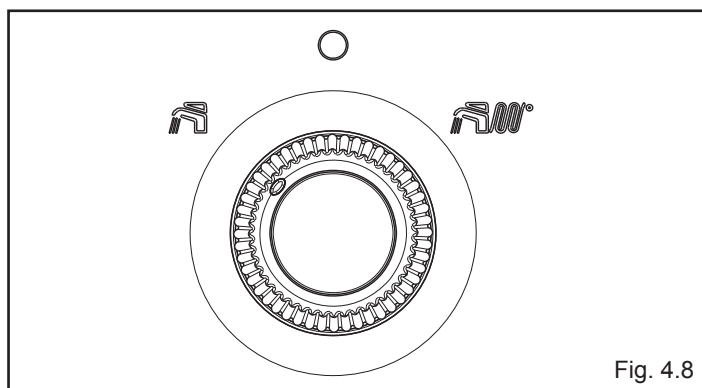

Fig. 4.8
- portare il selettore di funzione su  (estate) (fig. 4.8)